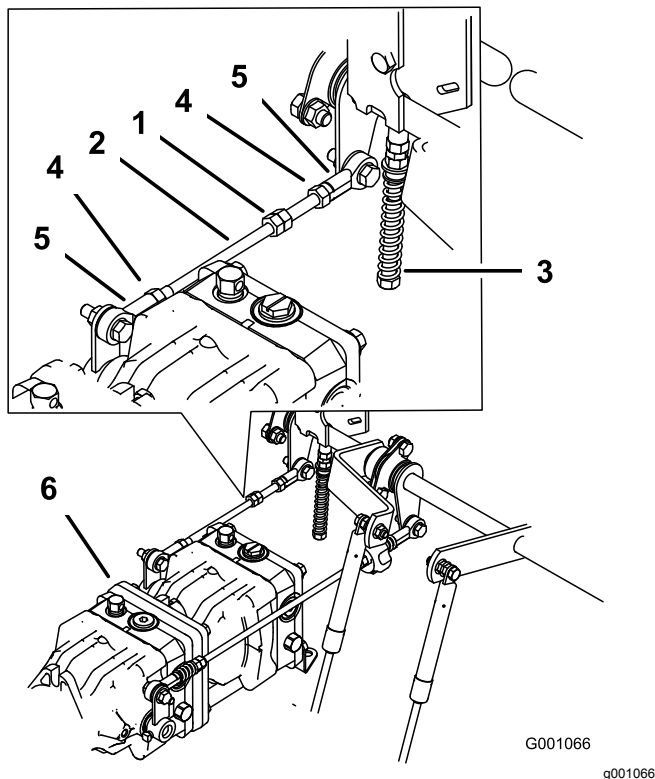

Bild 73
1. Lockern Sie die Sicherungsmuttern an den Kugelgelenken der Pumpensteuerungsstange (Bild 73).
3. Stellen Sie die Länge der Pumpstange ein, indem Sie die Doppelmutter an der Stange so weit in die entsprechende Richtung drehen, bis das Rad stillsteht oder sich leicht zurückdreht (Bild 73).
6. Ziehen Sie die Klemmmuttern an den Kugelfelenken fest (Bild 73).